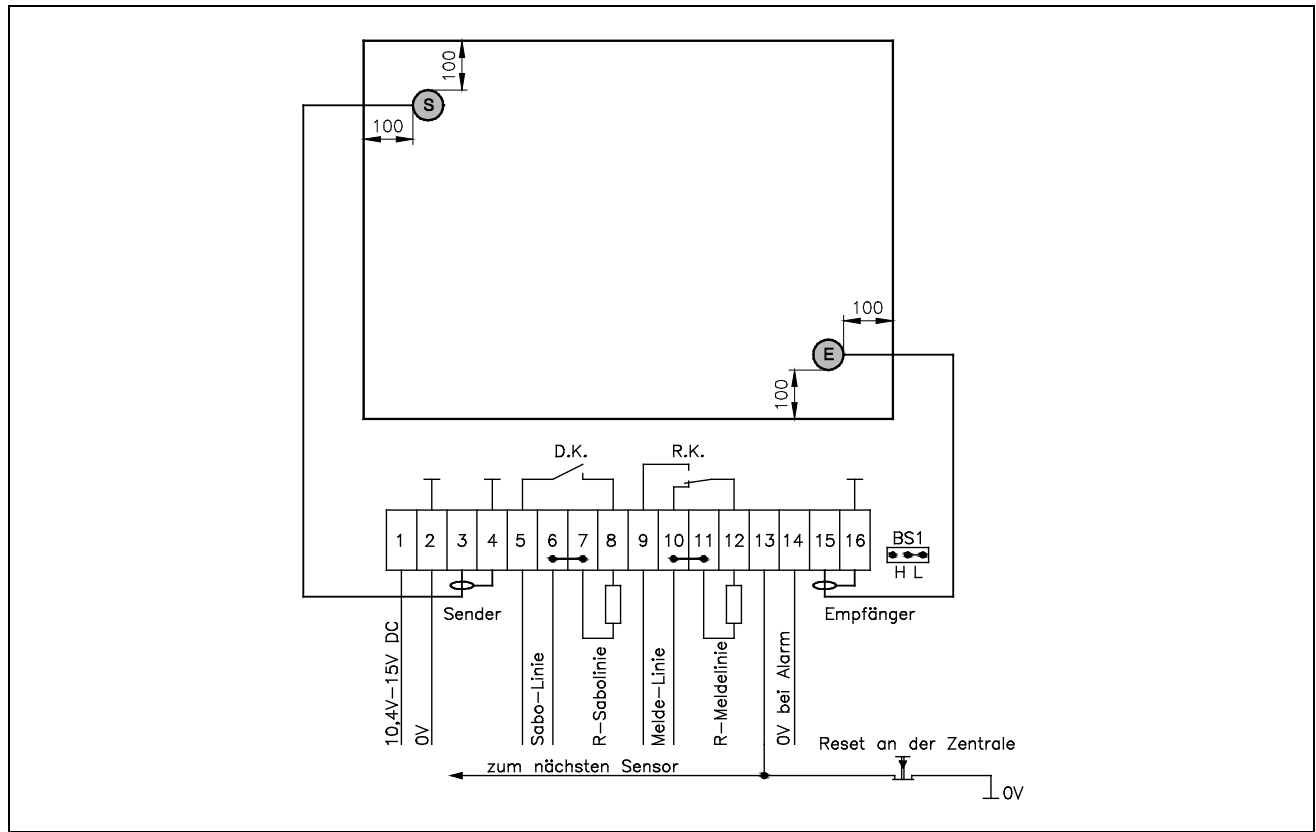
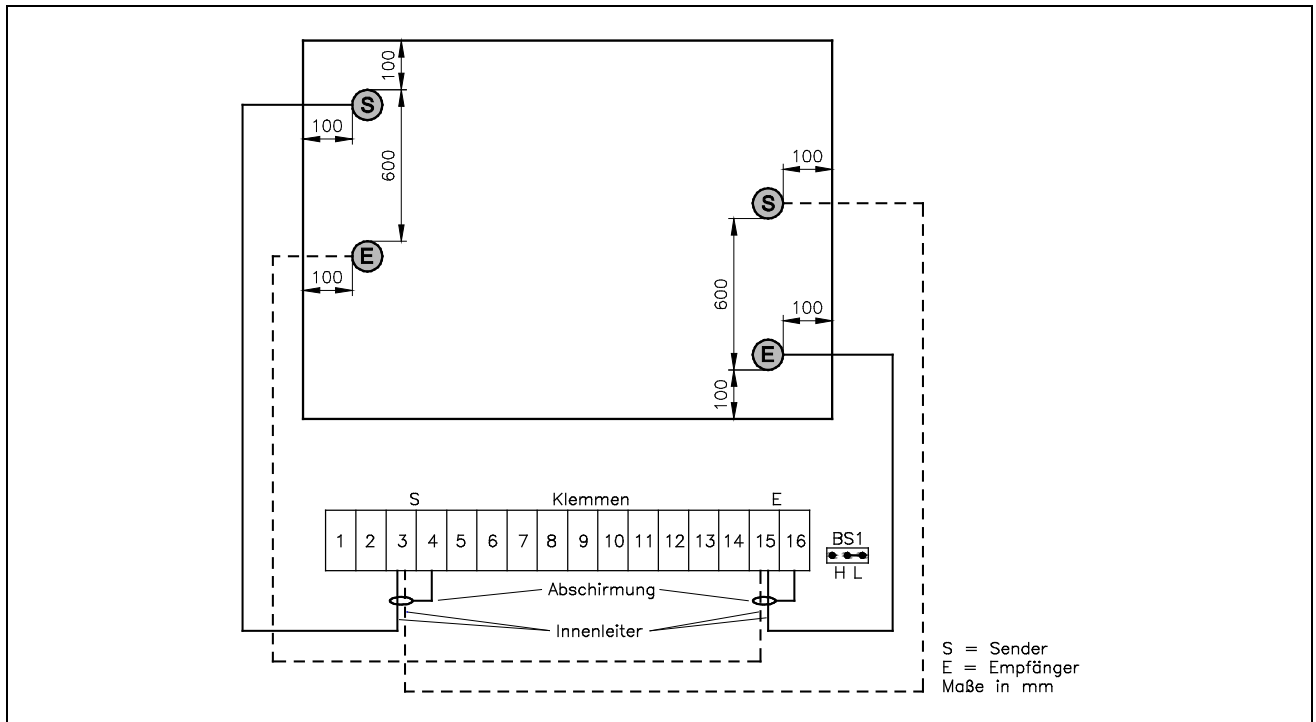

Bild 1 Montage und Beschaltung mit einem Sensorpaar
Bild 2 Montage und Beschaltung mit zwei Sensorpaaren
Dazu werden die beiliegenden Klebepads entsprechend Bild 1 bzw. Bild 2 auf die Glasscheibe aufgebracht. Auf saubere und fettfreie Klebestellen ist zu achten. Gegebenenfalls sind diese vorher mit Alkohol zu reinigen. Danach sind die Sensoren fest auf die Klebepads aufzudrücken. Nach Anschluss der Sensoren an die Auswertereinheit und dem Anlegen der Betriebsspannung müssen sich Spannungswerte am Messpunkt 1 entsprechend Abschnitt 9 einstellen.
Bei einigen Sorten von Panzer- bzw. Verbundgläsern müssen, falls sich der Melder nicht automatisch abgleicht bzw. die Spannung am Messpunkt 1 zu hoch ist, obwohl BS 1 auf „H“ (High) gesteckt ist, zwei weitere Sensoren, d.h. ein Sender und ein Empfänger, zusätzlich auf die Glasscheibe geklebt und an dieselbe Auswerteelektronik angeschlossen werden (siehe Bild 2).
Mit dieser speziellen Anordnung der Melder ist es auch möglich, Gläser zu schützen, die bisher nicht zu sichern waren. Das Anbringen von zwei weiteren Sensoren gemäß Bild 2 ist generell erforderlich bei Panzergläsern, wie z.B. Contracrine sowie thermisch vorgespannten Gläsern, wie z.B. alle Gläser mit Alarmspinne.
4. Bei enormen Dämpfungen des Glases (Verbund- bzw. Panzerglas) sind zwei weitere Sensoren auf die Glasscheibe zu kleben und entsprechend Bild 2 an die Auswerteeinheit anzuschließen. Wird der Speicher nach 30 s gelöscht muss die Messspannung gleichfalls $\leq 4,5$ V sein. Ist kein Löschen möglich oder die Spannung $> 4,5$ V, so ist die ordnungsgemäße Funktion des Melders nicht gewährleistet.